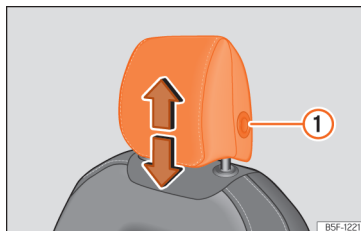
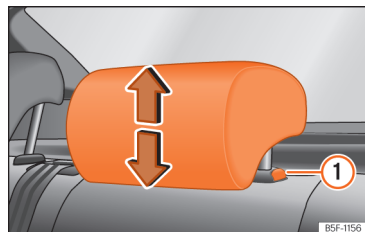

Abb. 94 Vordersitz: Kopfstützeinstellung.
Abb. 95 Kopfstütze hinten: Kopfstützeinstellung.
- Fassen Sie die Kopfstütze seitlich mit beiden Händen und schieben Sie sie nach oben bis sie in der gewünschten Position einrastet. Gehen Sie zum Absenken auf gleiche Weise vor und drücken Sie die seitliche Taste ① » (Abb. 94) , » (Abb. 95).